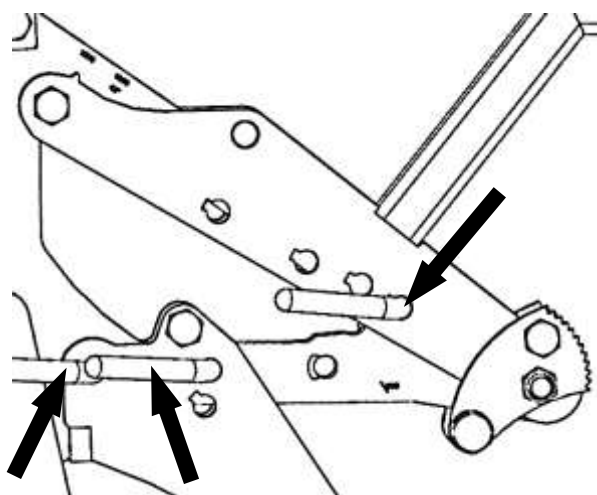

Fig. 1
- Aduceți suportul cârligului în poziția "eliberare" trăgând înclinând înclinată veriga de tragere a încărcăturii (Fig. 1).
Săptămânal:	Lubrifiați și ungeți cu ulei piesele mobile (vezi săgețile în fig. 1, 2, 3).